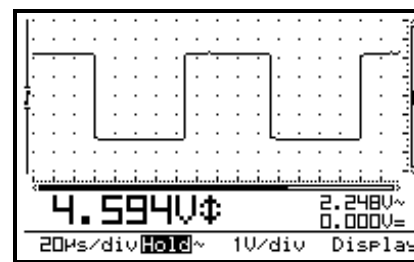

Fig 11
- **Dot grid** : se divide la pantalla en puntos de referencia. (Fig. 11)